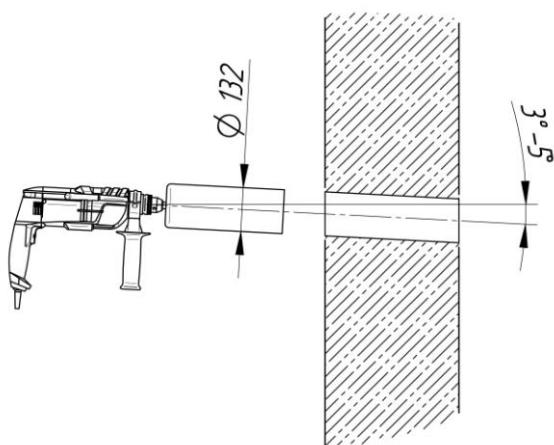

Рис. 13
2. Просверлите отверстие коронкой Ф132, обеспечив уклон канала 3-5 градуса в сторону улицы для стока конденсата, см. Рис. 13